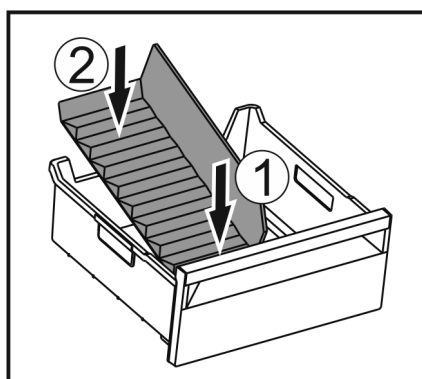

Fig. 127
- ▶ Pange jääkambrieraldaja eesmine osa sisse. Fig. 127 (1)
- ▶ Langetage jääkambrieraldaja tagumine osa sahtlipõrandani. Fig. 127 (2)